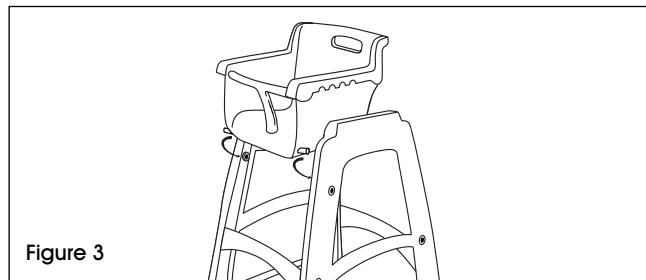

Figure 3
3. Reliez le siège au cadre en insérant les chevilles dans les orifices supérieurs des pieds. (Voir Figure 3)